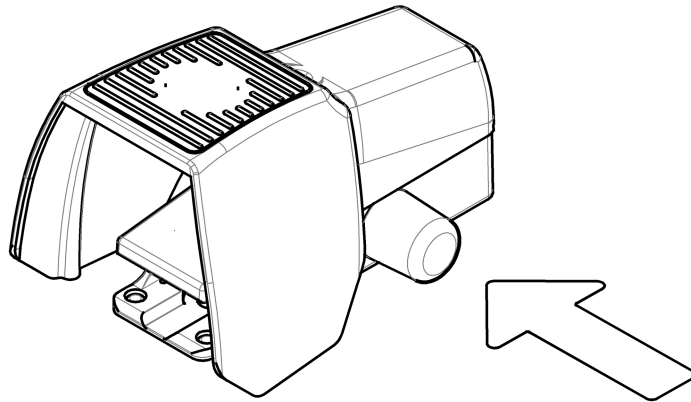

Abb. 4: Freigabe des Fußschalters
- Wurde der Not-Halt über den Fußschalter ausgelöst: geben Sie den Fußschalter durch Hineindrücken der blauen Silikonabdeckung an der Seite des Fußschalters frei (vgl. Abb. 4).